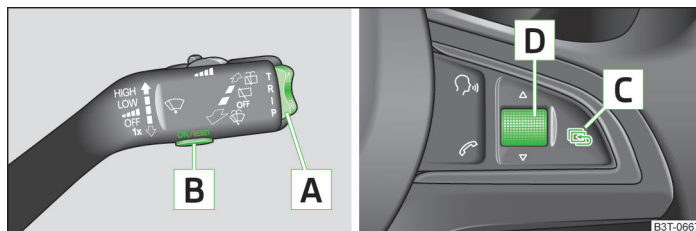

Abb. 12 Informationsdisplay: Bedienelemente am Scheibenwischerhebel / Bedienelemente am Multifunktionslenkrad
- Das **HAUPTMENÜ** wird durch langes Drücken der Wipptaste **A** » Abb. 12 aktiviert.
- Das **HAUPTMENÜ** wird durch langes Drücken der Taste **C** » Abb. 12 aktiviert.